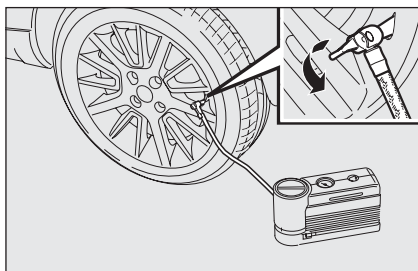

fig. 12
- après avoir conduit pendant 10 minutes environ, s'arrêter et contrôler la pression du pneu **fig. 12** ; **se rappeler de tirer le frein à main** ;